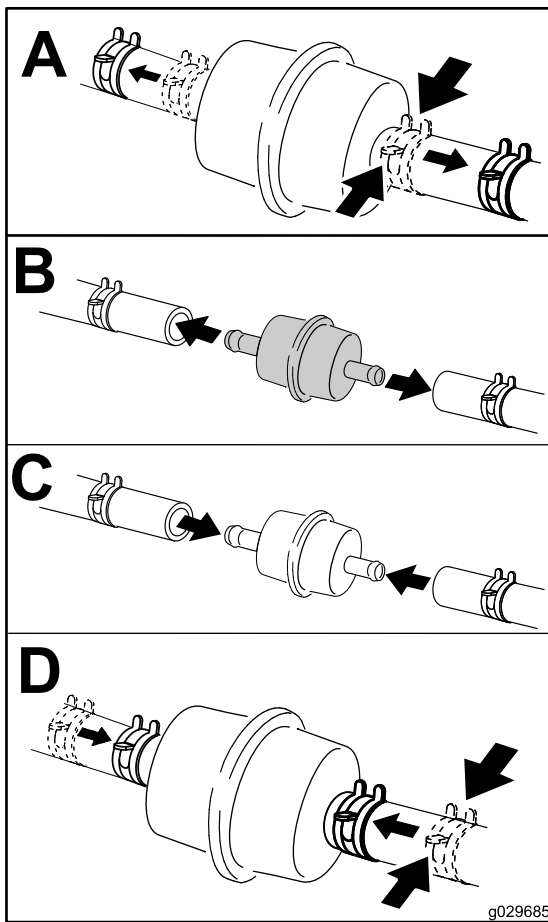

Figure 74
4. Remplacez le filtre à carburant (Figure 74).